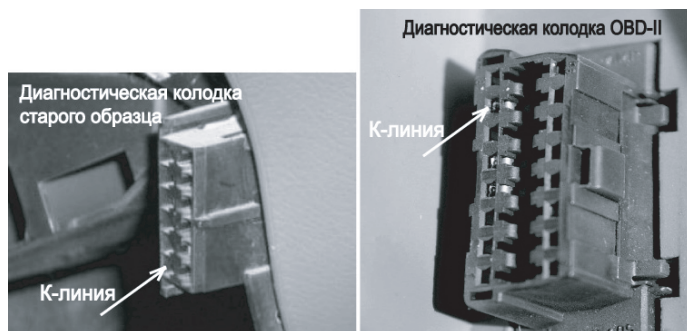

Рис. 3
- не подключена К-линия к диагностической колодке или пропал контакт в этой цепи (рис.3)